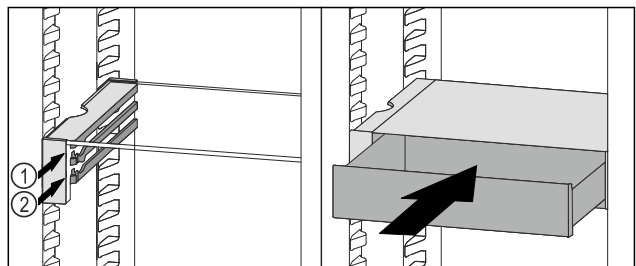

Fig. 70
- ▶ Встановити висувний ящик VarioSafe за стопорами на потрібне ребро Fig. 70 (1) або Fig. 70 (2).